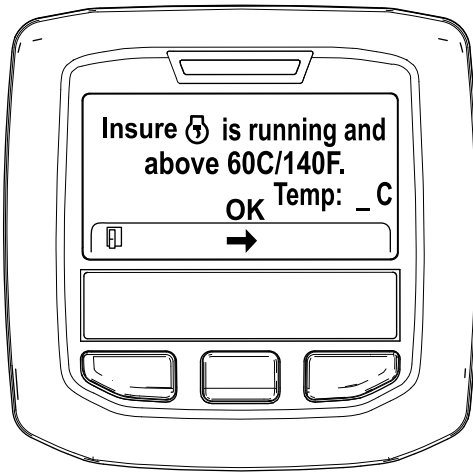

Bild 52
5. Wenn die Kühlmitteltemperatur unter 60°C liegt, wird die Meldung „Insure  is running and above 60C/140F“ angezeigt (Bild 52).